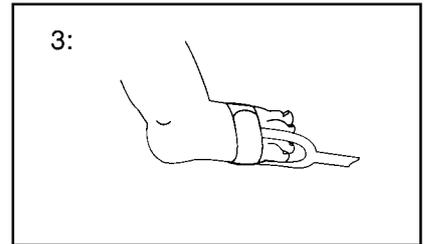

Abb. 29 Richtig angelegter LNOP®-Neo-Sensor
- 3 Die Öffnung des Empfängerfensters muss durch den Fuß vollständig abgedeckt werden (Abb. 29).